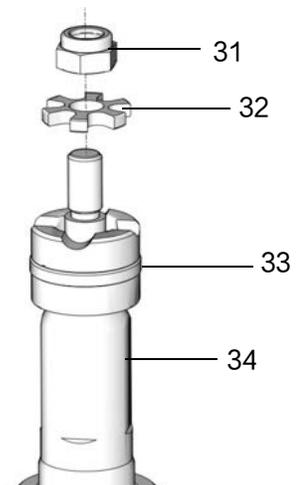

图 36
14. 将星形垫圈 (32) 和防松螺母 (31) 安装在活塞杆 (34) 上, 如图 36 所示